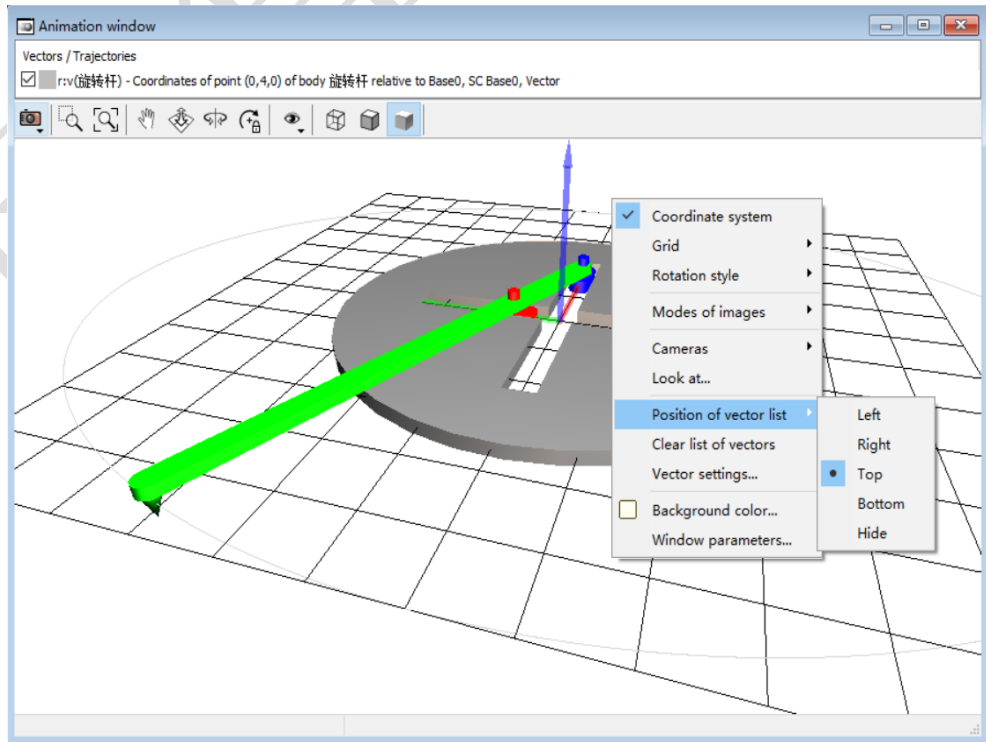

图 2-87
- 10) 暂停仿真，在动画窗口点**右键**，选择 **Position of vector list** → **Top**，这样在动画窗口上方就显示了该变量，如图 2-87。